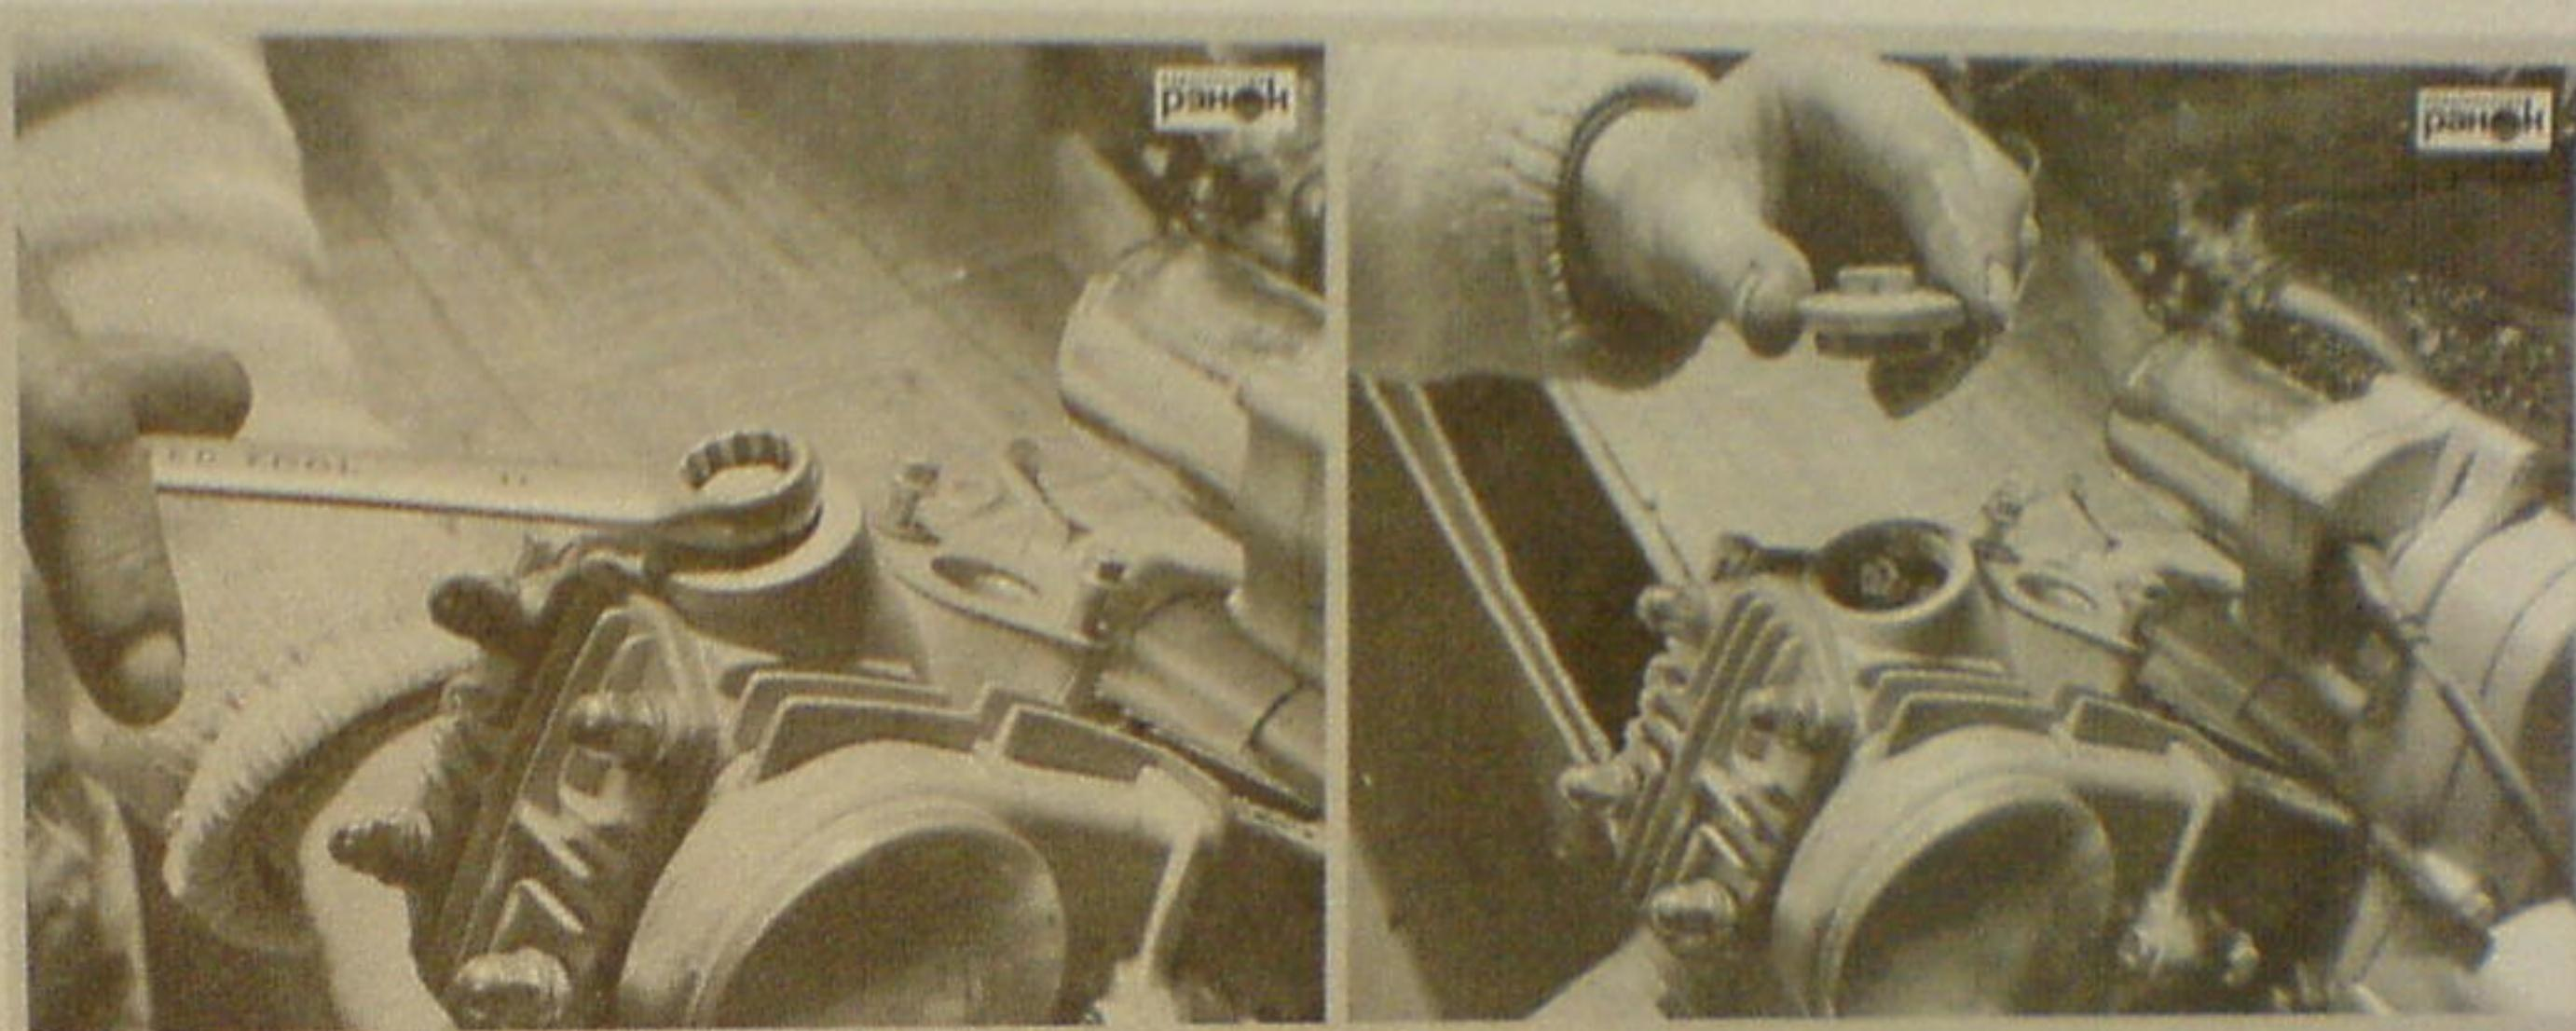

Рис. 21. Проверка тепловых зазоров клапанов
- снять резьбовые крышки регулировочных отверстий в головке цилиндра мотора (рис. 21);